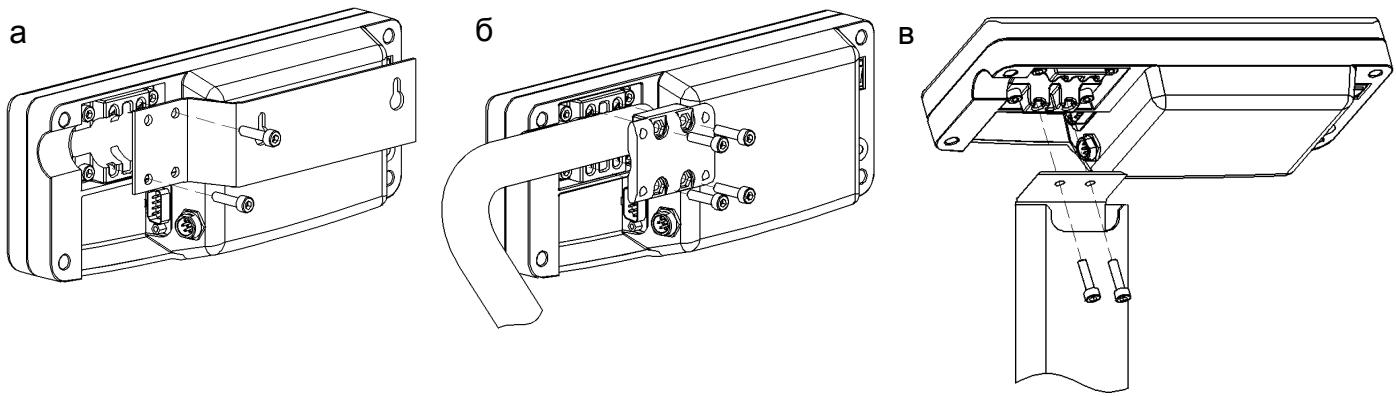

Рисунок 5.5 - Варианты крепления устройства индикации:
- подсоединить двумя винтами M5x20 кронштейн к устройству индикации (рисунок 5.5а);
- закрепить устройство индикации на стойке кронштейном, затянув четыре винта M5x30 с небольшим усилием (рисунок 5.5б). Излишек кабеля заправить в стойку со стороны устройства индикации;
- закрепить двумя винтами M5x20 устройство индикации на стойке (рисунок 5.5в). Излишек кабеля заправить в стойку.
- закрепить двумя винтами M5x20 устройство индикации на стойке (рисунок 5.5в).